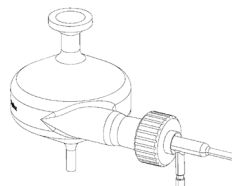

图 2.雾化器安装
- 9 将雾化器完全插入扭矩控制适配器，并顺时针轻轻旋转雾化器适配器，直至听到“咔嗒”一声，将其固定到位（图 2）。